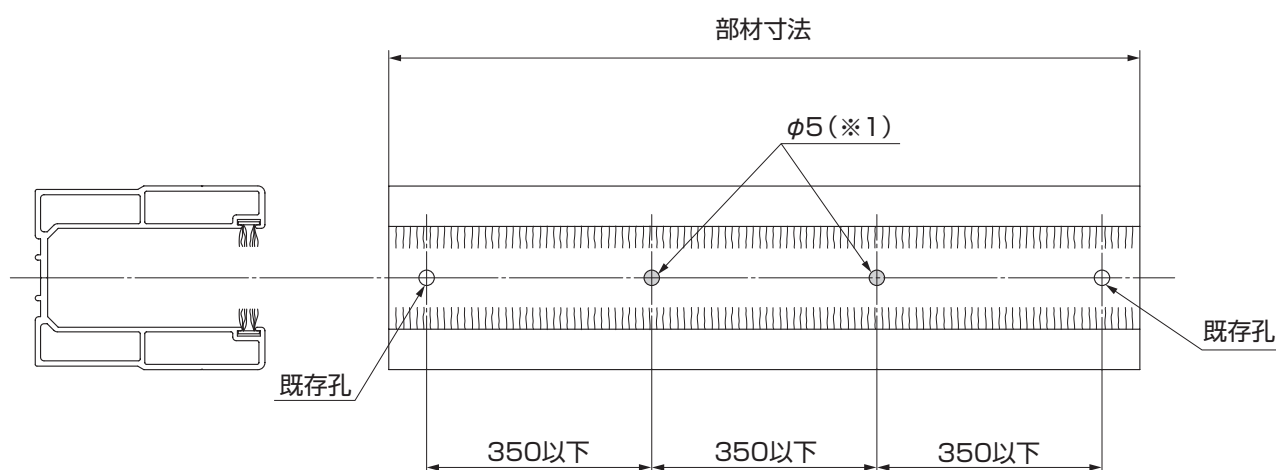

図5-1
- ネジ追加固定の必要判断条件は、ネジ固定間隔が350mm以下になることです。（図5-1参照）（※2）
①デッキ取付用孔の追加が必要な部材（表5-1参照）は、既存孔間にφ5の下孔をあけ、孔の最大間隔が350mm以下になるようにしてください。（図5-1参照）
②床板にφ2.5の下孔をあけてください。
③下レールをデッキ面に【6-1】で固定してください。